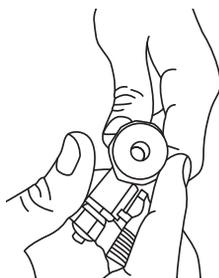

Рис. 5
- 5.4.1. Перед установкой убедитесь в наличии резиновой прокладки в вентиле врезки (Рис. 5).